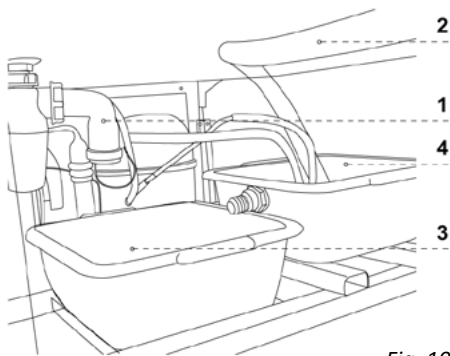

Fig. 10
- Kontroller at fordunstingskaret ikke er overfylt fig. 10.